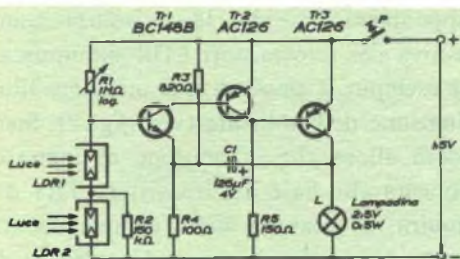

Fig. 1 - Schema elettrico dell'esposimetro elettronico.
**Come funziona l'esposimetro** - Lo strumento oggetto di questo articolo è alimentato da una batteria, che sarà necessario sostituire di tanto in tanto a seconda del maggiore o minore impiego dello strumento stesso. Lo schema elettrico è riportato nella fig. 1. I fotoresistori LDR1 e LDR2 possono considerarsi gli "occhi" dell'esposimetro. La caratteristica di questi componenti fatti di solfuro di cadmio è quella di aumentare il valore della loro resistenza via via che la luce che li colpisce tende a diminuire. Questo interessante comportamento resistenza/illuminazione è indicato